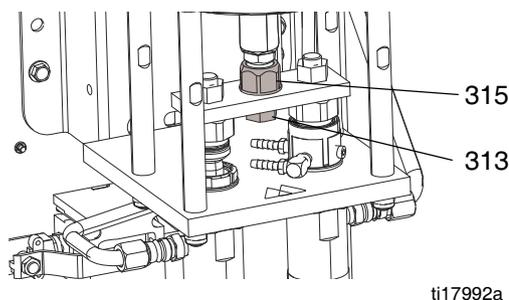

図 1
- ピストンロッドの位置を保持するためにレンチを使用して、他のレンチを使用してアダプタ (315) を取り外します。図 1 を参照してください。
- アダプタ (315) に中強度の青色ネジロックを塗布します。レンチを使用してピストンロッドの位置を保持し、アダプタ (315) をほかのレンチで取り付けます。32-38 フィート・ポンド (43-51 N·m) のトルクを与えます。図 1 を参照してください。